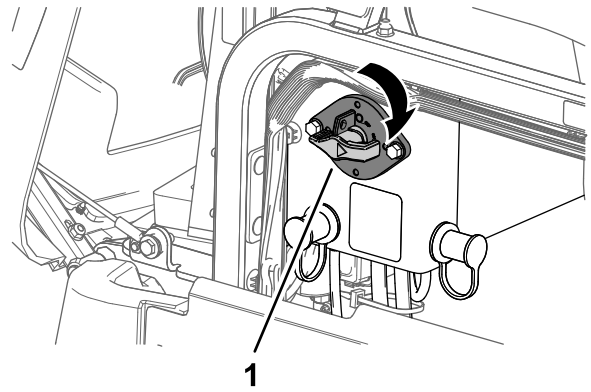

Figure 24
1. Tournez le coupe-batterie en position SOUS TENSION (Figure 24).